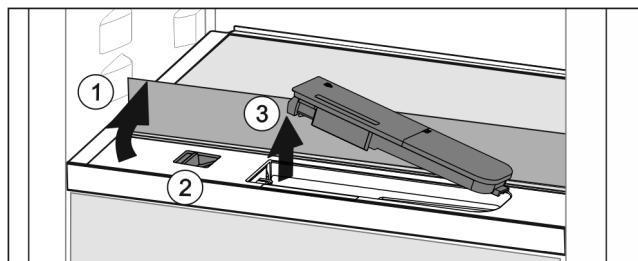

Fig. 104
- Підняти скляну панель і відкинути до упору назад Fig. 104 (1).
- Пусніть повзунок Fig. 104 (2) уліво.
- Вийняти бак для води Fig. 104 (3).